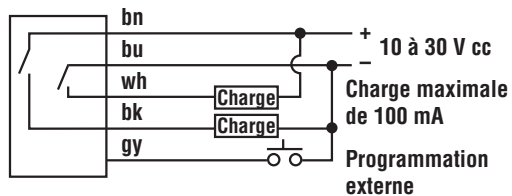

Figure 6. Montage des fibres optiques plastiques dans les orifices du FI22FP
- 1) Avec un petit tournevis, desserrer la vis, comme indiqué en Figure 6.